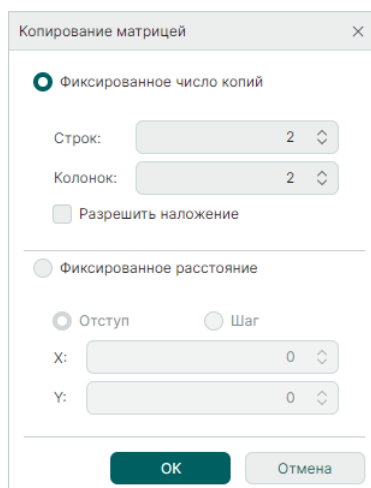

Рис. 377 Фиксированное число копий
- «Фиксированное число копий» – укажите число строк и колонок и установите при необходимости флаг в поле «Разрешить наложение» для допуска наложения копируемых объектов друг на друга, см. Рис. 377.